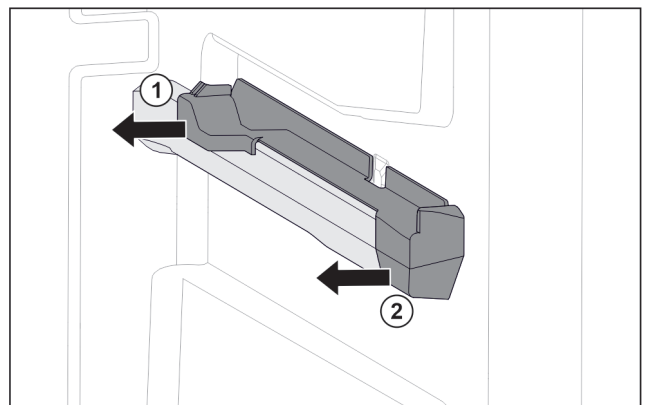

Fig. 75 Element nasadzany na prawym żebrowie pojemnika
- ▶ Odciągnąć element nasadzany z tyłu w bok. Fig. 75 (1)
- ▶ Odciągnąć element nasadzany z przodu w bok. Fig. 75 (2)